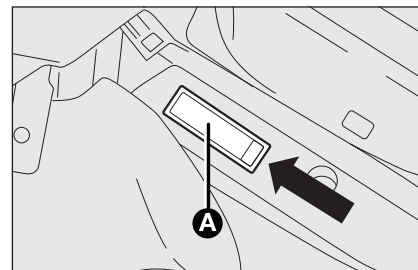

fig. 35
- ☐ mediante il cacciavite in dotazione, estrarre la plafoniera **A**-fig. 35 agendo nel punto indicato.